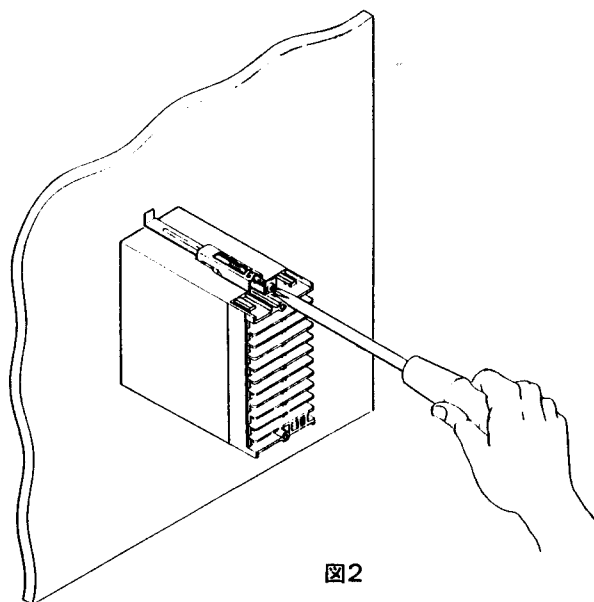

図2
- ④ 取付金具押さえねじを取付金具のうしろからプラス(+)のドライバーで締め付けて終了です(図2)。